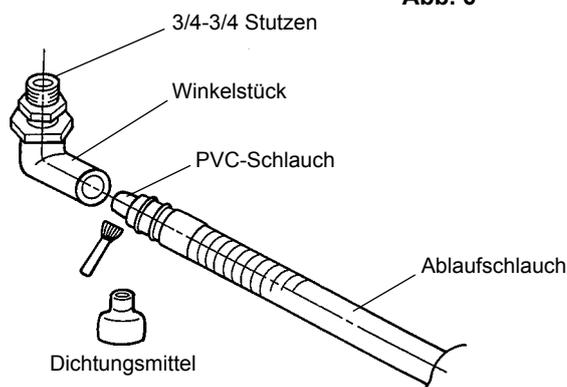

Abb. 7
- 5) Verwenden Sie ein Dichtungsmittel (für PVC), um den Ablaufschlauch mit dem PVC-Schlauch (Zubehör) wie gezeigt (Abb. 7) an dem Winkelstück zu dichten. Der Schlauch lässt sich auf die richtige Länge, d. h. der Position des Hauptabflusses entsprechend, zuschneiden.